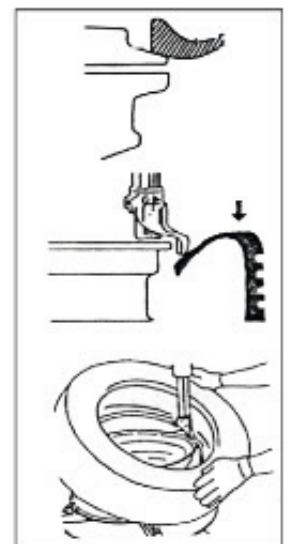

fig18
Placez la tête de démontage (4) au bord de la jante et déplacez la valve d'air. Un des côtés du pneu doit être placé sur le bord supérieur de la tête de montage/démontage (4) tandis que l'autre se place dessous, de manière à ce que le pneu entre dans la gorge de la jante (Fig. 18).